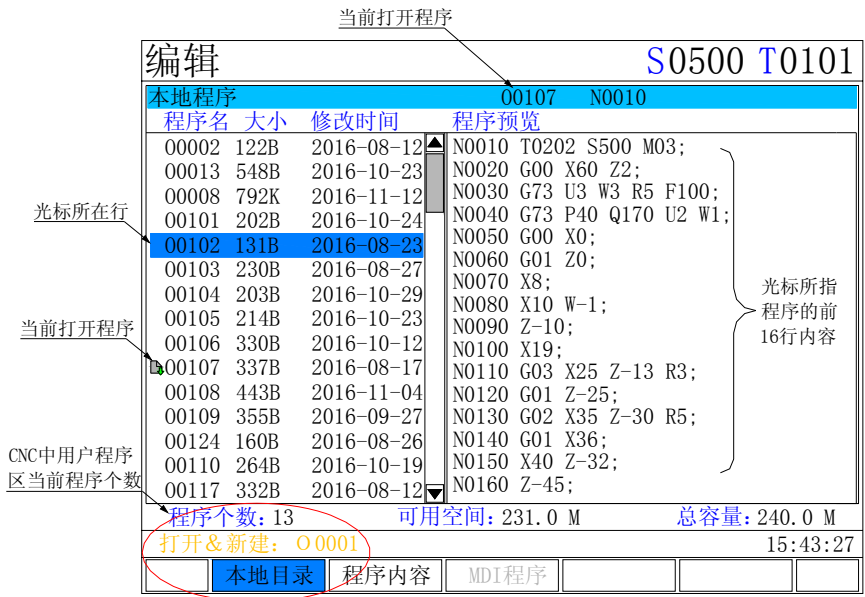

图 6.1.2-1
①：在本地目录界面，按地址键 ，在下方的对话框中依次键入 0、0、0、1（输入时前导 0 可省略），见上美图 6.1.2-1。再按换行 EOB 键。建立新程序 O0001，如下图 6.1.2-2。